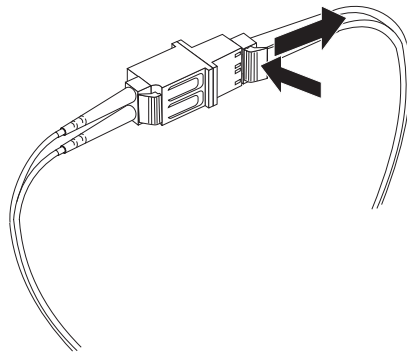

図 27. LC-LC ファイバー・チャンネル・ケーブルを LC-SC ファイバー・チャンネル・ケーブル・アダプターから取り外す
2. 注意してコネクタを引き出し、取り外します。LC-LC ケーブルを LC-SC ケーブル・アダプターから取り外すときは、図 27 に示すように、ケーブルではなく、コネクタをつかんでください。